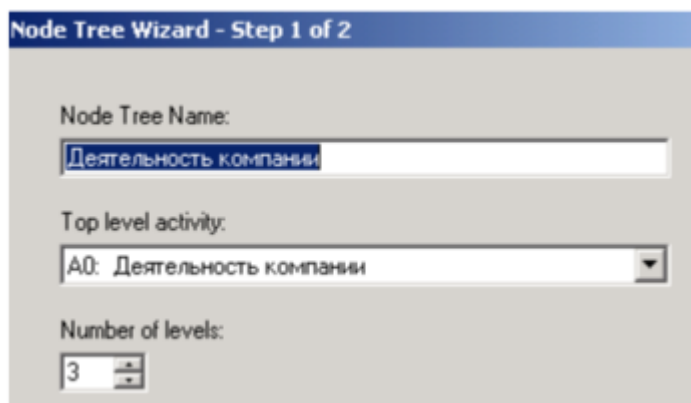

Рисунок 10 - Первый диалог гида Node Tree Wizard
1. Выберите меню Diagram (Insert)/Add Node Tree. В первом диалоге вида Node Tree Wizard внесите имя диаграммы, укажите диаграмму корня дерева и количество уровней (Рисунок 10).